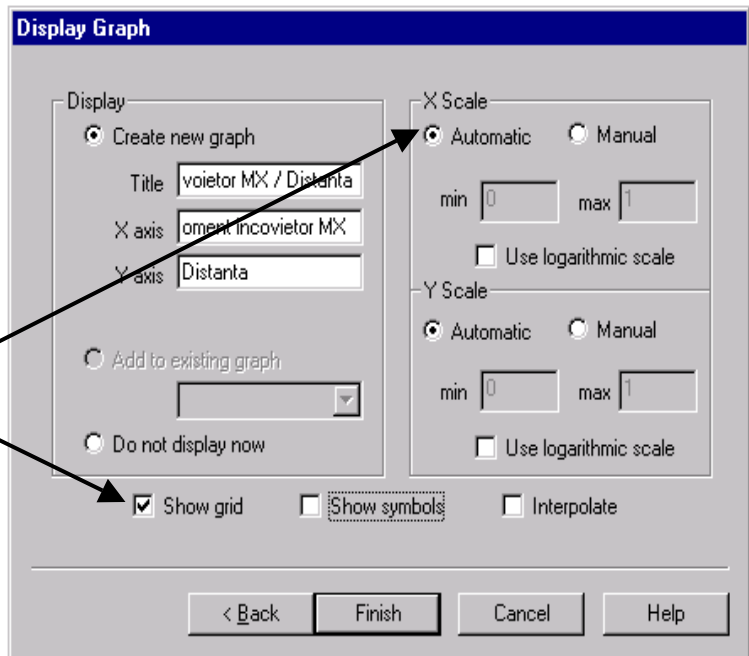

Fig. 62
- în caseta de dialog (fig. 62) completați titlul graficului **Moment încovoietor MX / Distanța**, numele axei X - **Distanța**, numele axei Y - **Moment încovoietor MX**